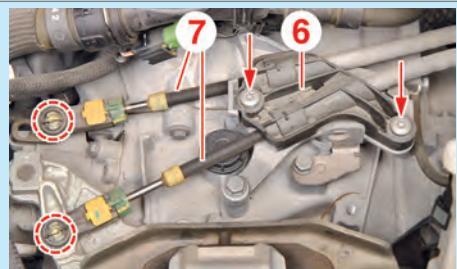
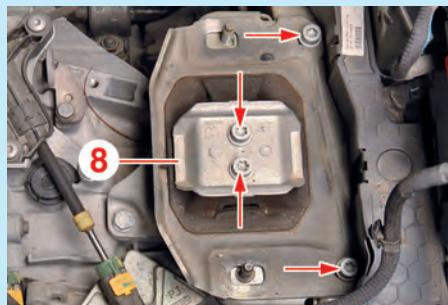

Fig.2
Fig.3
- l'agrafe (3),
- le raccord de purge (4).
- Ecartez la patte (5) de la durit de refroidissement.
- Déposer la bride (6) (Fig.2).
- Ecartez les câbles de commande et de sélection (7) de la boîte de vitesses.
- Déposer le silentbloc de boîte de vitesses (8) (Fig.3).